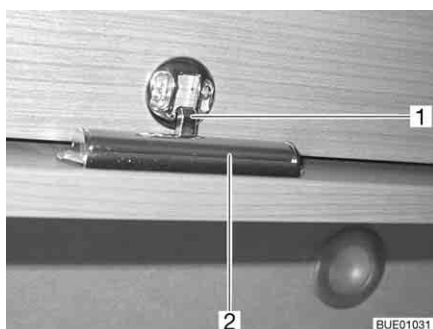

Fig. 71 Alçapão de móvel com barra para destrancar
- Prima a barra para destrancar (Fig. 71,2) na parte interior do alçapão de móvel para dentro e mantenha-a premida nessa posição.
- Empurre o alçapão de móvel para baixo, até ouvir o dispositivo de bloqueio (Fig. 71,1) encaixar.